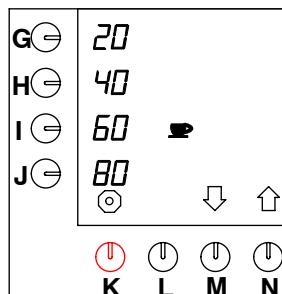

Fig. 25 Cambio de las teclas de selección preprogramadas para tazas
- Mantenga apretada la tecla de programación (N.)↑ hasta que en el display aparezca fig. 25 .